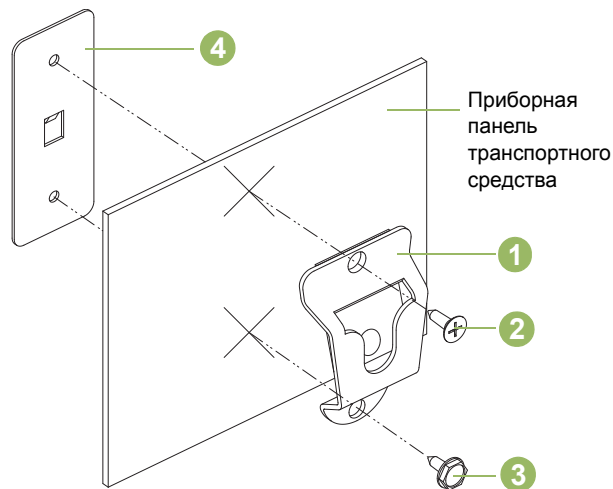

Рис. 4.2: Установка монтажного кронштейна
Руководствуясь приведенным ниже Рис. 4.2, установите подвесной кронштейн (1) на транспортное средство с помощью имеющихся в комплекте двух винтов для тонколистового металла и опорной пластины. Установите опорную пластину (4) с обратной стороны передней панели автомобиля. Заверните винт с плоской головкой (2) в верхнее монтажное отверстие, а винт с шестигранной головкой (3) — в нижнее. Убедитесь, что винты вошли в отверстия на опорной пластине.